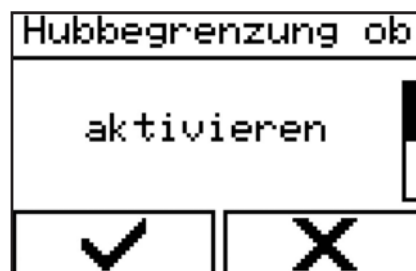

Abbildung 98 - Hubbegrenzung aktivieren
2. „Hubbegrenzung oben aktivieren“ (Abbildung 98) auswählen.